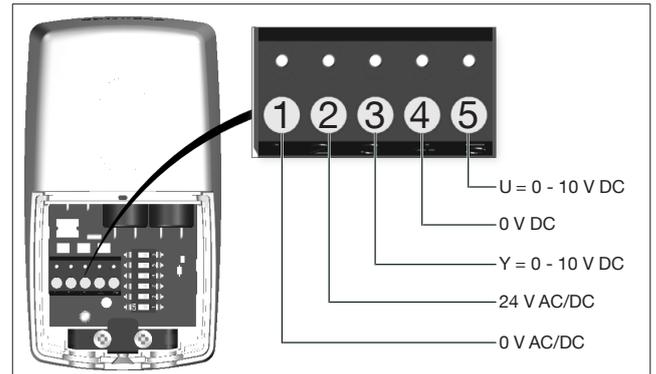

Abb. 5: Anschlussbelegung
(1)	0 V AC/DC - blau (BU)
(2)	24 V AC/DC - braun (BN)
(3)	Ansteuerung 0 - 10 V DC - grau (GY)
(4)	Stellungs-Rückmeldung 0 V DC - gelb (YE)
(5)	Stellungs-Rückmeldung 0 -10 V DC - grün (GN)
- ▶ Stellen Sie die Spannungsversorgung entsprechend der Belegung in Abb. 5 her.